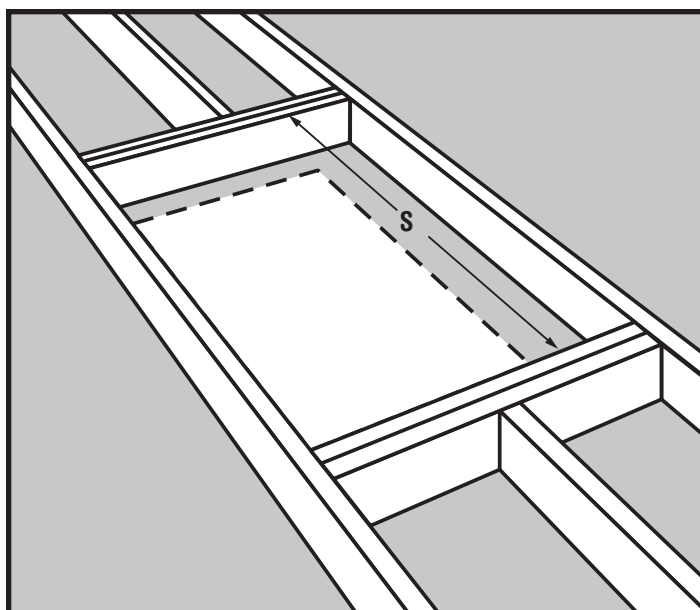

Figure 17
- Étape 1. Mesurez la longueur des tirants "S" entre les chevêtres (Voir la Figure 17).
- Étape 3. Si la solive de plafond ne procure pas un côté de l'encadrement, coupez alors un deuxième tirant de même longueur que le premier. Notez qu'un seul tirant est nécessaire en Figure 17 parce que la solive de plafond constitue un côté de l'encadrement.